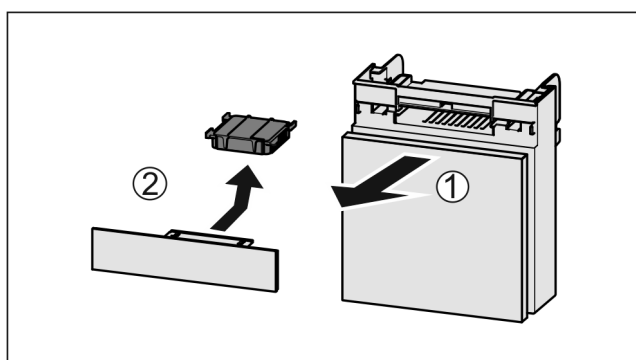

Fig. 140
- ▶ Retire el compartimiento hacia delante Fig. 140 (1).
- ▶ Retire el filtro de carbón activo Fig. 140 (2).